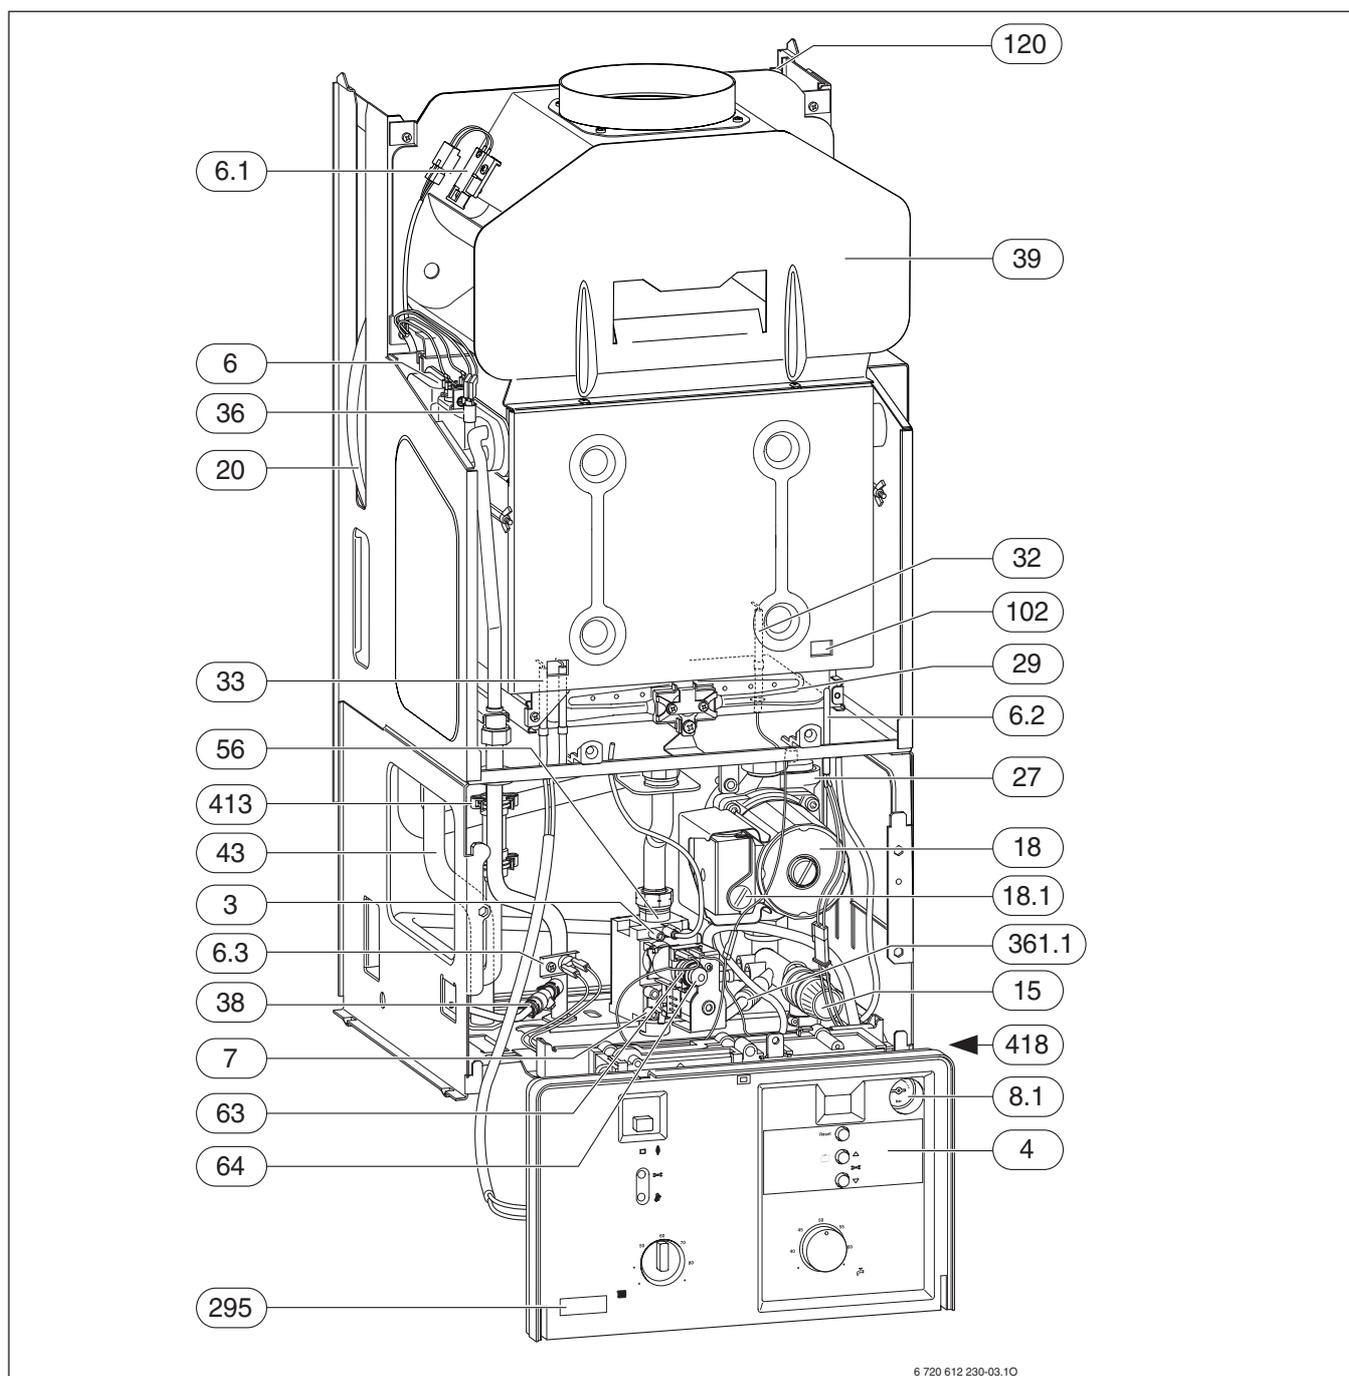

Fig. 3
La targa di caldaia (418) si trova a sinistra in basso sul pannello di comando ed è visibile quando lo sportello è aperto (fig. 3).